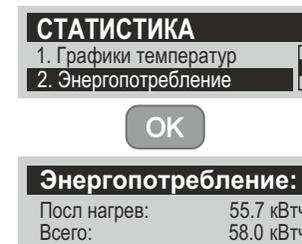

Рисунок 23.
7.4.5.2 «2. Энергопотребление» - переход в режим просмотра информации об энергопотреблении (см. рис. 23);